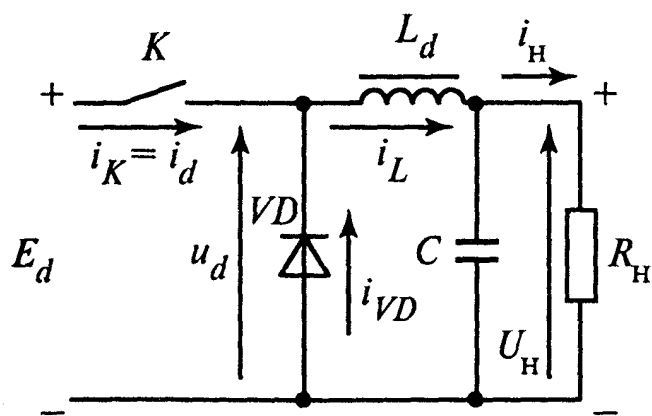

Рис. 1
1. Напряжение источника питания ИРПН первого типа (рис.1) $E_d = 12$ В и изменяется от E_d до $0,8E_d$, ток нагрузки $I_H = 1$ А, напряжение на нагрузке $U_H = 5$ В, частота переключения ключа $K f = 1000$ Гц. Определить: 1) изменение коэффициента заполнения $\gamma_{\min} - \gamma_{\max}$ для получения стабильного напряжения на нагрузке; 2) время импульса $t_{и}$ и время паузы $t_{п}$ при $E_d = 12$ В; 3) необходимое значение индуктивности L , обеспечивающее колебания тока нагрузки $I_{\max} - I_{\min} = 0,01I_H$ при $E_d = 12$ В.